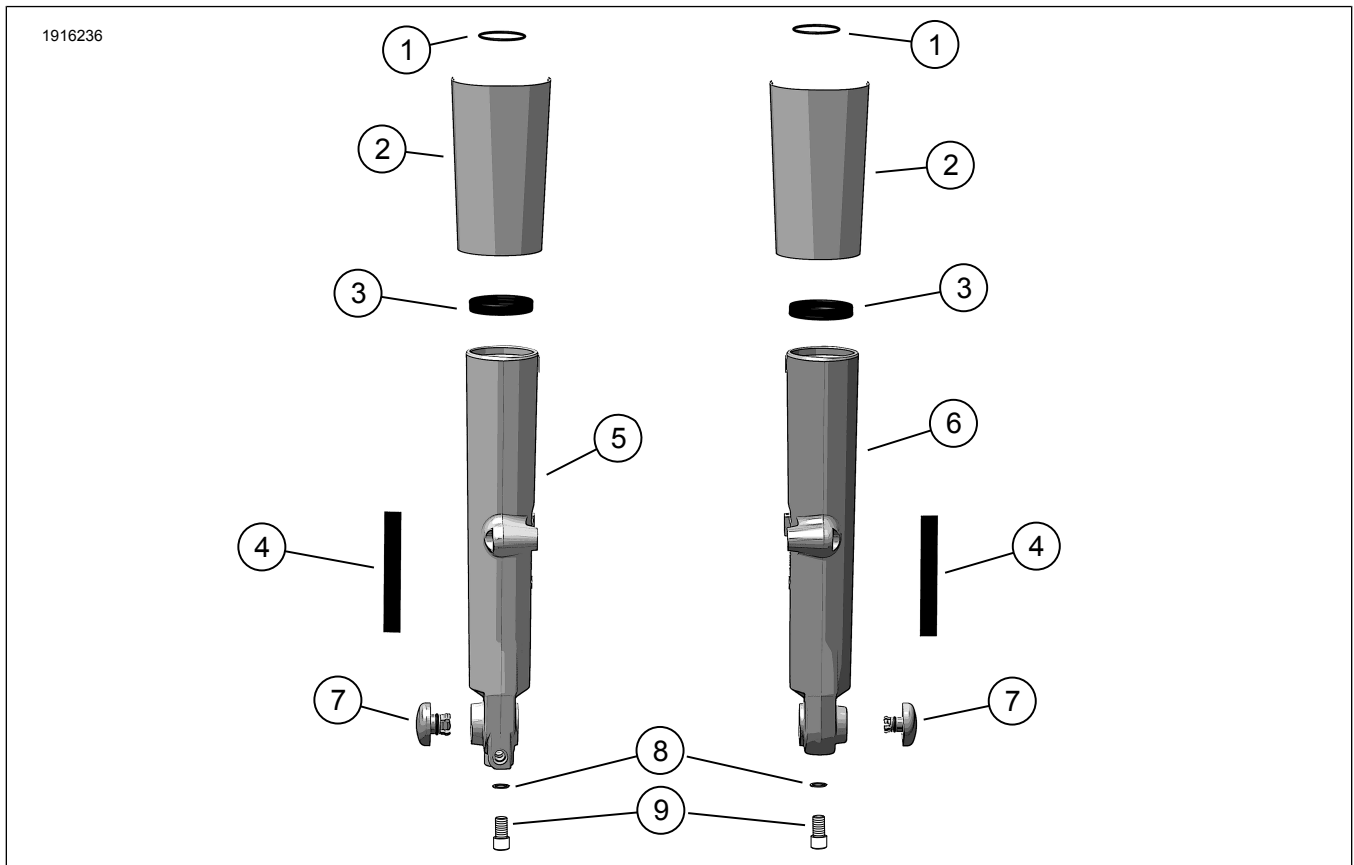
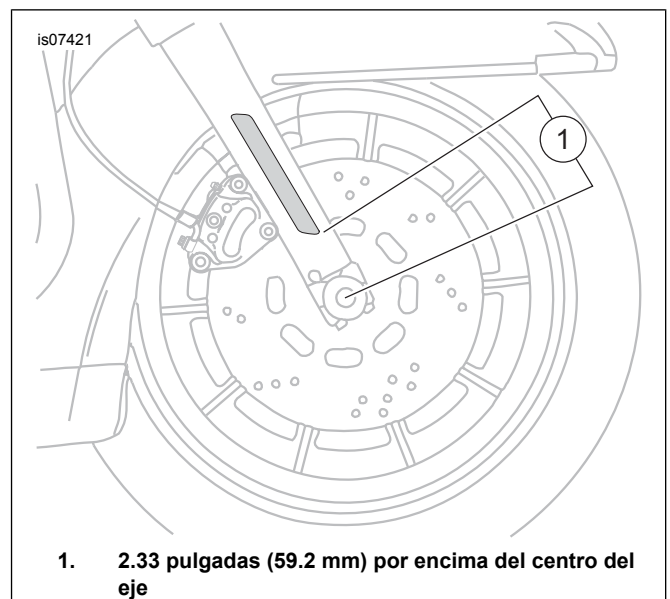

Figura 1. Contenido del kit: Deslizadores de la horquilla inferior cromados
Figura 2. Ubicación de los reflectores
4. Ver Figura 1 y Figura 2 . Despegue el revestimiento de la cinta adhesiva (4). Instale el reflector en su posición en la horquilla como se muestra. Presione firmemente en su lugar.